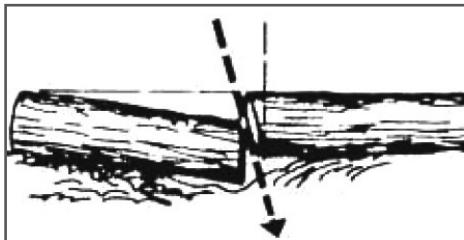

Рис. 17 Косой пропил
- Если отпиленная часть бревна может осесть и прижать другую часть бревна, делается косой пропил (Рис. 17).